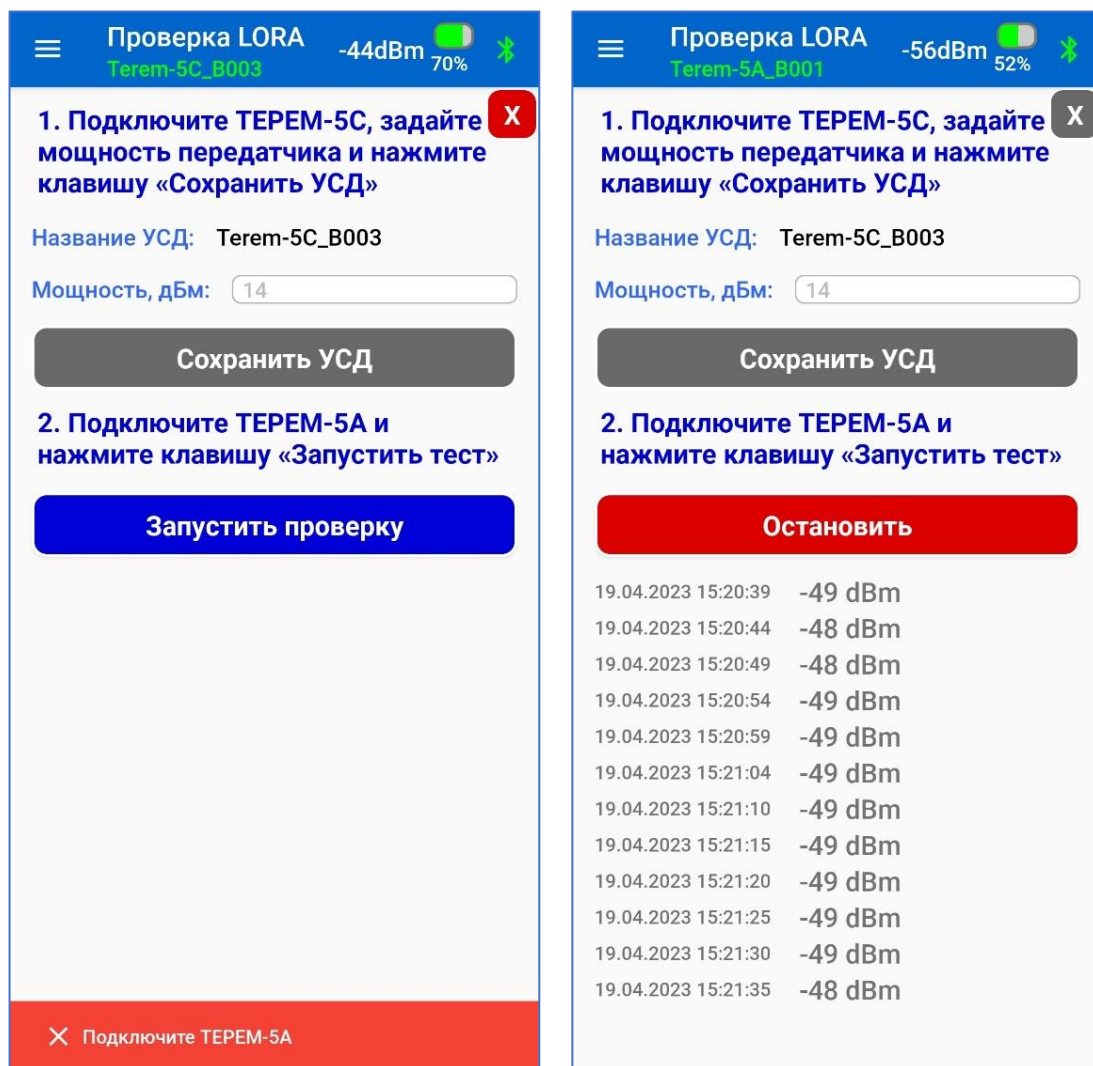

Рисунок 16 – Экран меню «Проверка» в режиме «Проверка LORA». Запуск проверки
- нажать на кнопку «Запустить проверку» (рис.16).